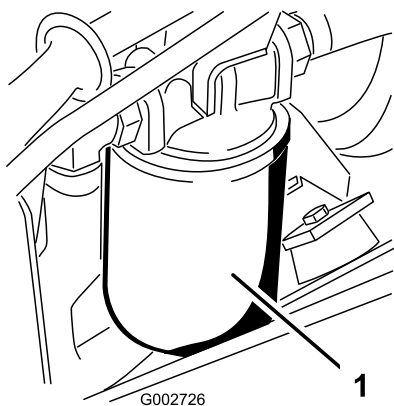

Рисунок 46
4. Поместите сливной поддон под гидравлический фильтр, расположенный с левой стороны машины (Рисунок 46).
7. Установите новый гидравлический фильтр (Рисунок 46), заворачивая его от руки до тех пор, пока прокладка не коснется головки фильтра, а затем дополнительно затяните фильтр на $\frac{3}{4}$ оборота.